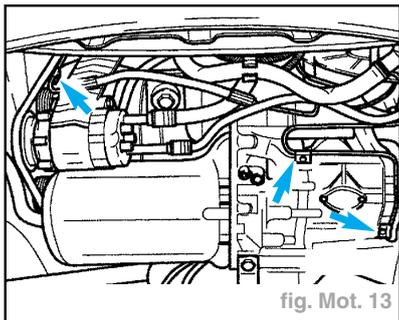

fig. Mot. 13
- Dévisser (flèches) les 3 supports pour la conduite de pression de la direction assistée (fig. Mot. 13).